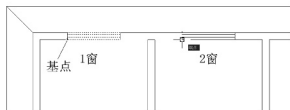

图 2.84 靠基点定位复制门窗
(1) 单击【修改】工具栏上的【复制】图标 (快捷键 CO), 启动【复制】命令。
(2) 在选择对象: 提示下, 选择上面绘制的 1 窗作为被复制的对象, 并按 Enter 键进入下一步命令。
(3) 在指定基点或[位移(D)]<位移>: 提示下, 捕捉 1 窗洞口的左下角点作为复制基点。
(4) 在指定第二个点或<使用第一个点作为位移>: 提示下, 捕捉 2 窗洞口的左下角点, 如图 2.84 所示。
(5) 按 Enter 键结束命令。